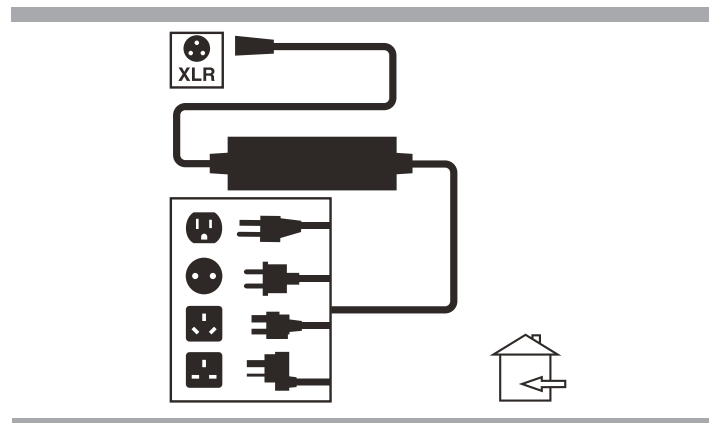

Figure 8. Recharge des batteries
3. Branchez le connecteur à 3-fiches du câble du chargeur externe dans le réceptacle de programmation/chargeur sur le contrôleur. **Voir la figure 8.**